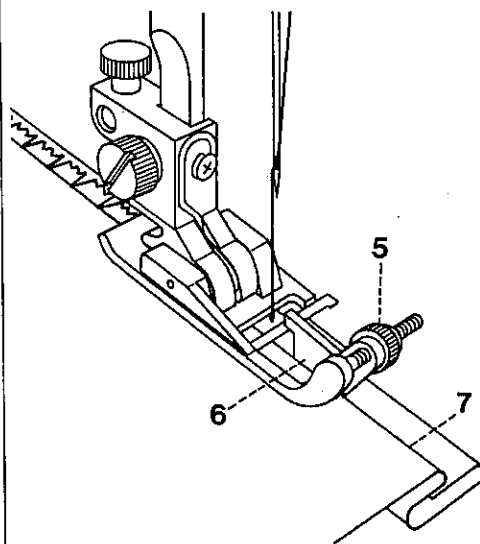

Fig. 44
Mit der Schraube 5 (Abb. 44) die Stoffführung 6 so stellen, daß die Nadel beim Linksausschlag nur knapp in die Stoffkante 7 (Abb. 44) einsticht (3).
Turn screw 5 (Fig. 44) to adjust the position of edge guide 6 so that the needle at the left of its throw just catches fabric edge 7 (see Figs. 43-3 and 44).
A l'aide de la vis 5 (fig. 44), régler le guide-bord 6 de manière que l'aiguille, au point à gauche, ne saisisse qu'un fil du tissu extérieur au bord 7 (fig. 44 et croquis 3).
Con la vite 5 (fig. 44) si regola la guida del tessuto in maniera che l'ago penetri sul lato sinistro solo leggermente nella stoffa 7 (fig. 44) (3).